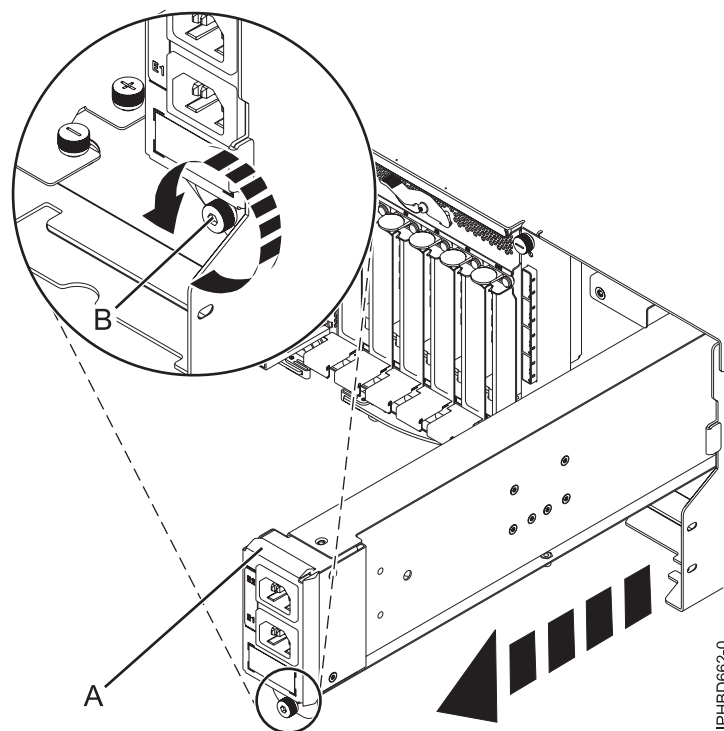

Figura 30. Extracción de un conjunto de distribución de alimentación de entrada
8. Afloje el tornillo de mano (**B**) en el conjunto de distribución de alimentación de entrada. Extraiga el conjunto de la unidad de expansión, como se muestra en la Figura 30 en la página 29.